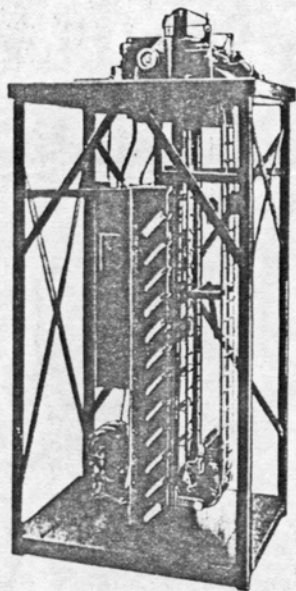

Fig. 3. — Trieuse Hollerith.
*Trieuse* (fig. 3). — On commence par amener le chariot porte-balai sur le numéro de la colonne qui doit commander le tri ; les cartes sont mises en paquets dans la boîte supérieure et elles doivent aller se grouper dans les casiers inclinés que l'on distingue au milieu de la ma-